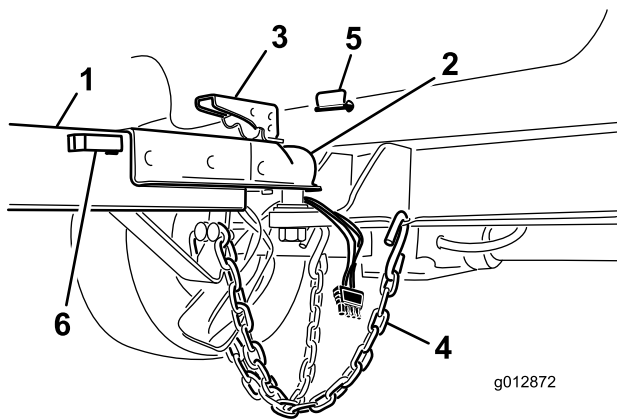

Figure 8
5. Rangez le connecteur du faisceau dans le support du tube d'attelage (Figure 8).
2. Soulevez le levier du coupleur sur la flèche tout en abaissant le couvercle sur l'attelage à boule (Figure 8).
4. Placez la goupille pour verrouiller le levier du coupleur (Figure 8).
5. Croisez les chaînes de sécurité et fixez-les aux trous du dispositif d'attelage (Figure 8).